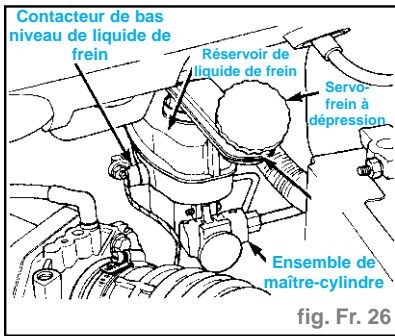

fig. Fr. 26
- Déposer le tube de remplissage du maître-cylindre, du réservoir de liquide de frein, en poussant vers le bas et en tournant. Ensuite, déposer le bouchon du tube de remplissage déposé et le poser sur le réservoir du maître-cylindre (fig. Fr. 26).
- Déposer le connecteur du faisceau de câblage du véhicule, du capteur de niveau de liquide de frein, dans le réservoir de liquide du maître-cylindre (fig. Fr. 26).
- Poser le connecteur du faisceau de câblage sur le capteur de niveau de liquide de frein dans le réservoir de liquide du maître-cylindre (fig. Fr. 26)